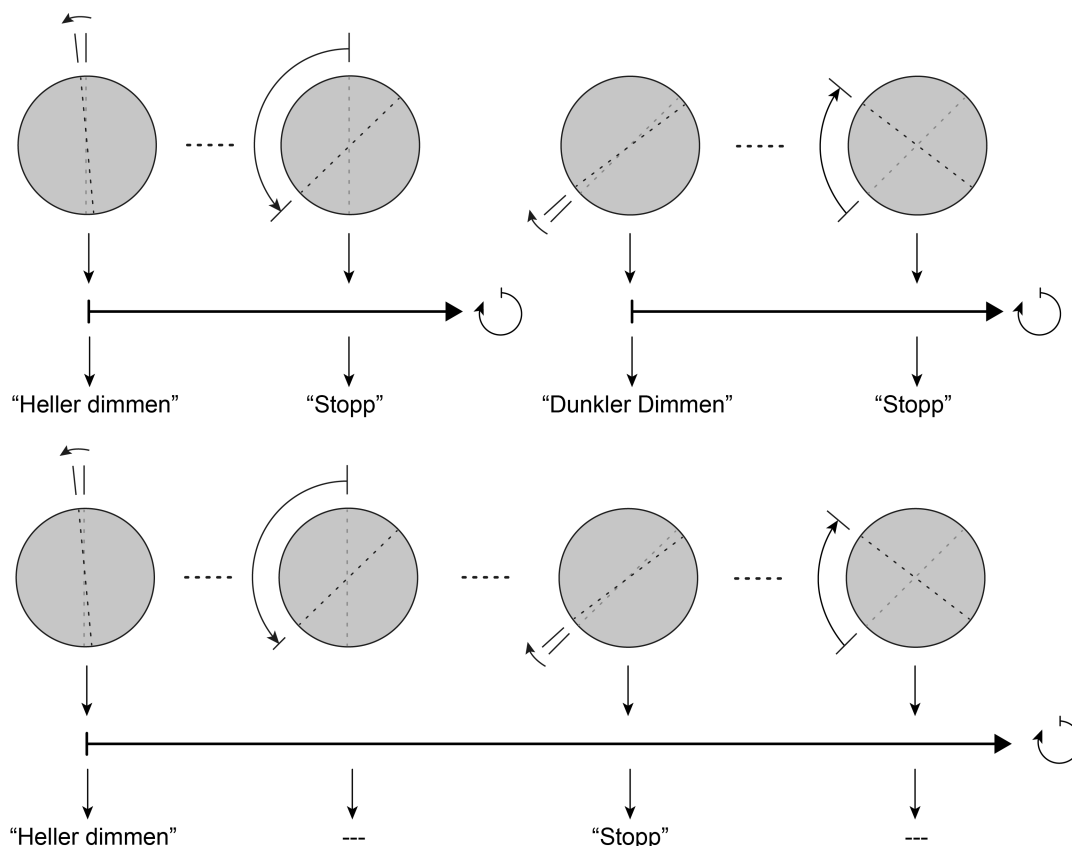

Bild 16: Beispiel zum Bedienkonzept der Drehradfunktion "Jalousie" im Bedienkonzept "Dimmen ohne AUS-Telegramm"
- i** Das Verhalten des Gerätes beim Hellerdimmen ist identisch zum Bedienkonzept "Dimmen ohne AUS-Telegramm" (Bild 16). Das Bild zum Bedienkonzept "Dimmen mit AUS-Telegramm" zeigt aus diesem Grund nur das Dunklerdimmen und das Ausschalten.